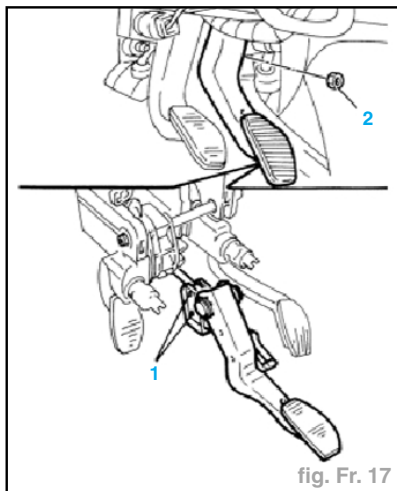

fig. Fr. 17
- En agissant sur la pédale de freins, décrocher les deux arrêtoirs (1) de fixation de la tige de servofrein ; la séparer ensuite de la pédale.
- Dévisser les écrous de fixation du pédalier au servofrein (2) (fig. Fr. 17).